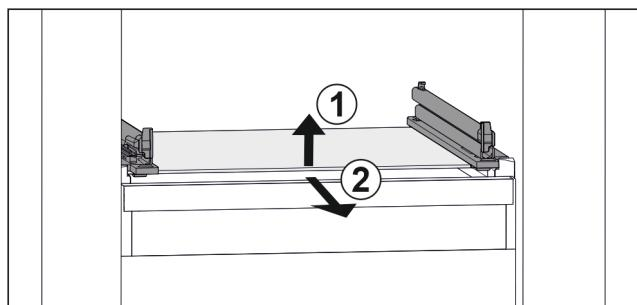

Fig. 87 Примерное отображение стеклянной пластины
- ▶ Приподнимите стеклянную пластину спереди. Fig. 87 (1)
- ▶ Извлеките стеклянную пластину движением вперед. Fig. 87 (2)